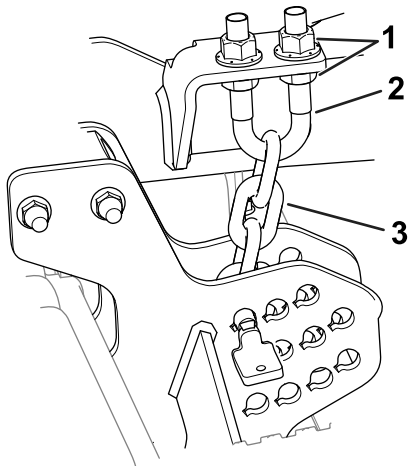

Рисунок 7
6. Ослабьте нижние контргайки на U-образном болте цепи регулировки высоты скашивания (Рисунок 7).
7. Отрегулируйте гайки (Рисунок 7), чтобы поднять или опустить заднюю часть режущего блока таким образом, чтобы кромки задних